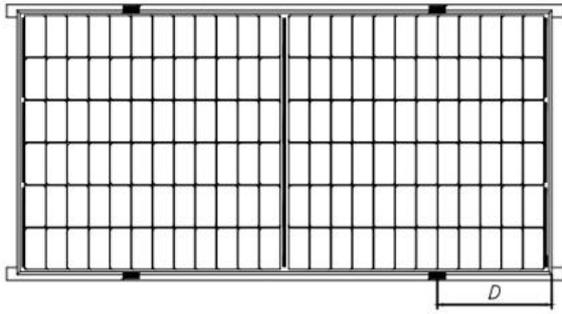
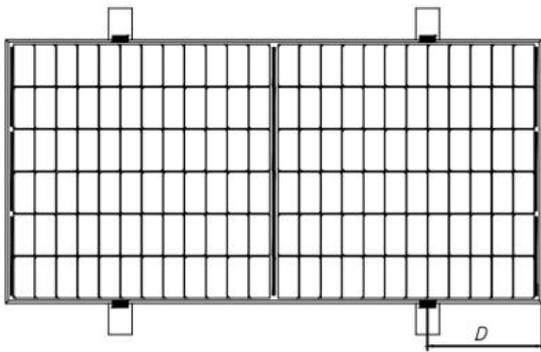
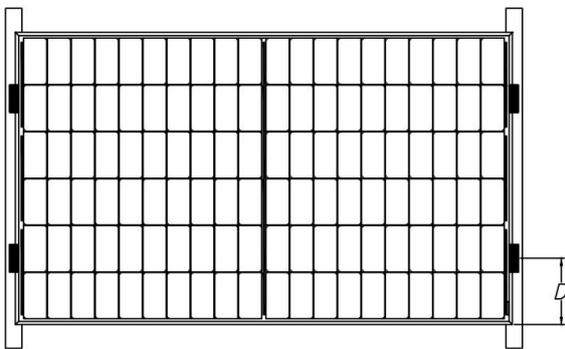
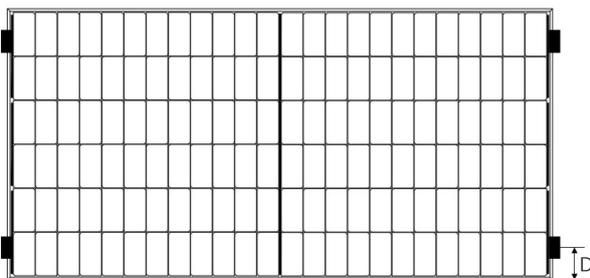

图3 导轨重合长边框安装
图4 导轨垂直长边框安装
图5 导轨重合短边框安装
图6 短边四点安装
光伏组件安装时，每个光伏组件必须使用至少 4 个压块进行固定，如图 3、图 4、图 5、图 6。
- ⑩ 对于图 3 所示的安装方式，组件 C 面与导轨的重叠部分应  $\geq 25\text{mm}$ 。如果使用不合适的夹具或不正确的安装方式，正泰新能有限质保将会无效。